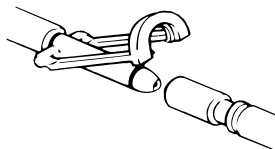

Fig. 8-21: Åben Clik-Tite
- a. Hvis du har slanger med konnektorer af typen Colder, skal adapterslangetilbehøret påsættes (8001-999-016). Sørg for, at **Clik-Tite** konnektorerne er åbne (Fig. 8-21 på side 8-35).
- b. Hvis du har **Clik-Tite** slanger, skal du sørge for, at konnektorerne og klemmerne er åbne (Fig. 8-21 på side 8-35).